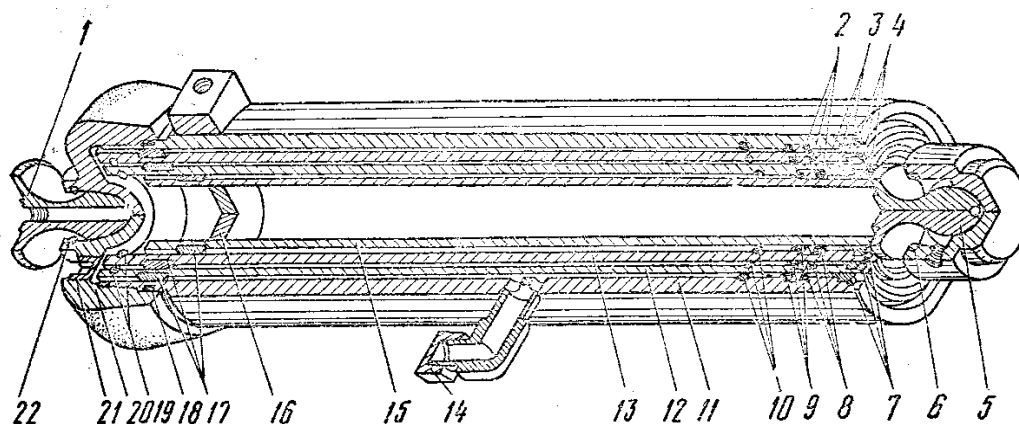

Рис. 19. Гидроцилиндр:
4.8.2. Гидроцилиндр (рис.19) телескопического типа трехступенчатый, закрепленный на двух шариковых опорах, предназначен для подъема платформы при разгрузке.